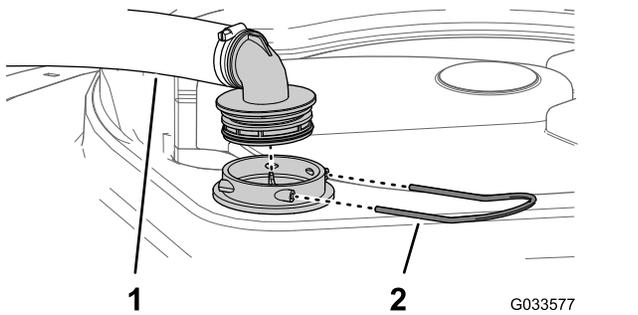

図 58
2. タンク上部で、フィルタハウジングからの太いホースについているフィッティングを固定しているリテーナを外す **図 58**。
3. フィルタハウジングからホースとフィッティングを取り外す **図 58**。